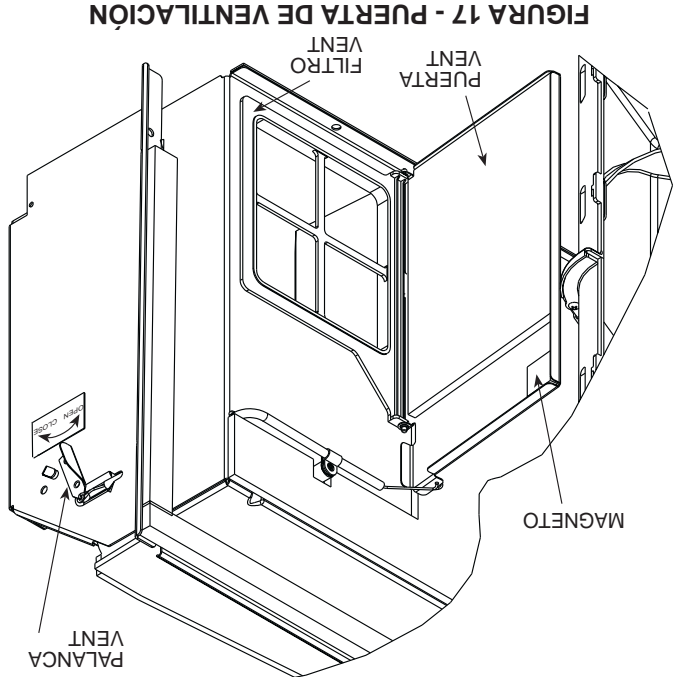

FIGURA 17 - PUERTA DE VENTILACIÓN
■ **VENTILACIÓN EXTERIOR (OUTSIDE AIR)** - Para brindar aire exterior hacia dentro de la habitación deslice la perilla de control de la ventilla hacia la posición de abierto. Vea la Figura 17.
■ **AJUSTE DE LA PUERTA DE VENTILACIÓN** - La perilla de la puerta de ventilación se encuentra localizada al costado izquierdo de la unidad. Deslice la perilla de la puerta de ventilación manualmente para abrir o cerrar la puerta. La ventila permanecerá en la posición seleccionada. El magneto asegurará el cerrado de la puerta. Vea la Figura 17.